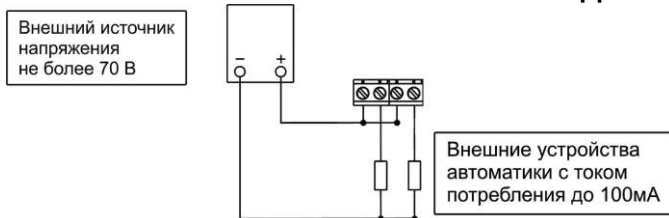

РИСУНОК 2
- При необходимости, подключить внешние устройства индикации и (или) автоматики к контактам релейных выходов (см. приложение Рисунок 2,3);